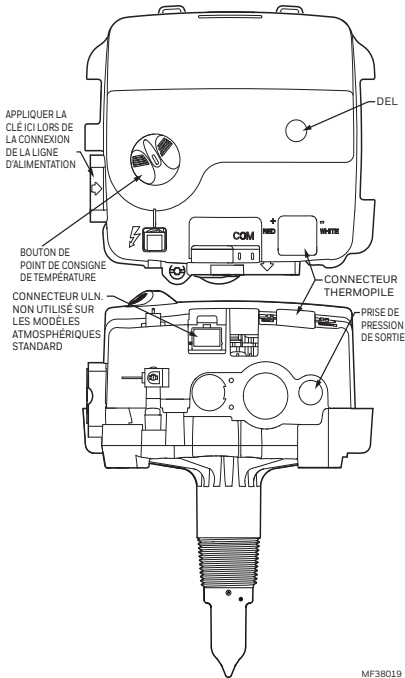

Fig. 5. Commandes du chauffe-eau et raccords à des fins d'illustration. Consulter le manuel du propriétaire de l'appareil pour obtenir des raccordements précis.
8. Positionner le raccord de compression sur la sortie veilleuse et engager les filetages. Voir la Fig. 5. pour les éléments de commande et les connexions. Serrer à la main, puis serrer d'un tour de plus à l'aide d'une clé. Ne pas trop serrer.
Brancher le circuit de commande au régulateur du chauffe-eau en respectant les connexions illustrées sur la Fig. 5.
2. Avec le brûleur principal en fonctionnement, vérifier le débit du module de commande du chauffe-eau à l'aide du compteur à gaz ou vérifiez la pression à l'aide d'un manomètre (jauge de pression) connecté à la prise de pression de sortie du module de commande du chauffe-eau. Voir la Fig. 5.